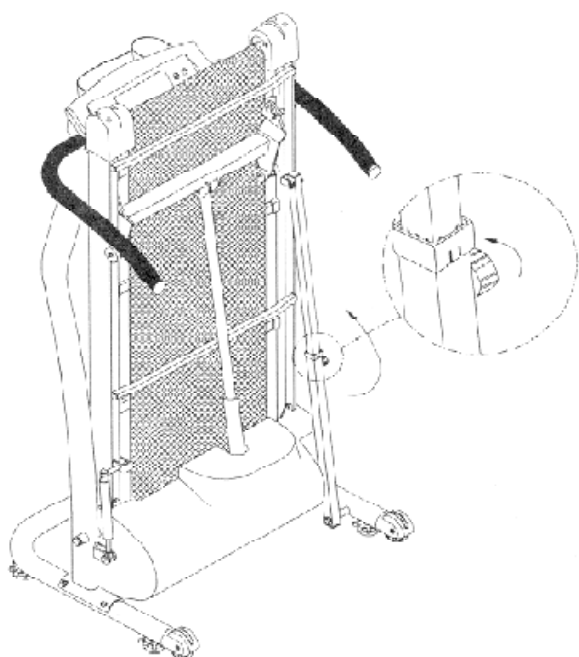

Fig.8
2. Draai de sluitknop met de klok mee om hem vast te zetten. (zie fig.8)